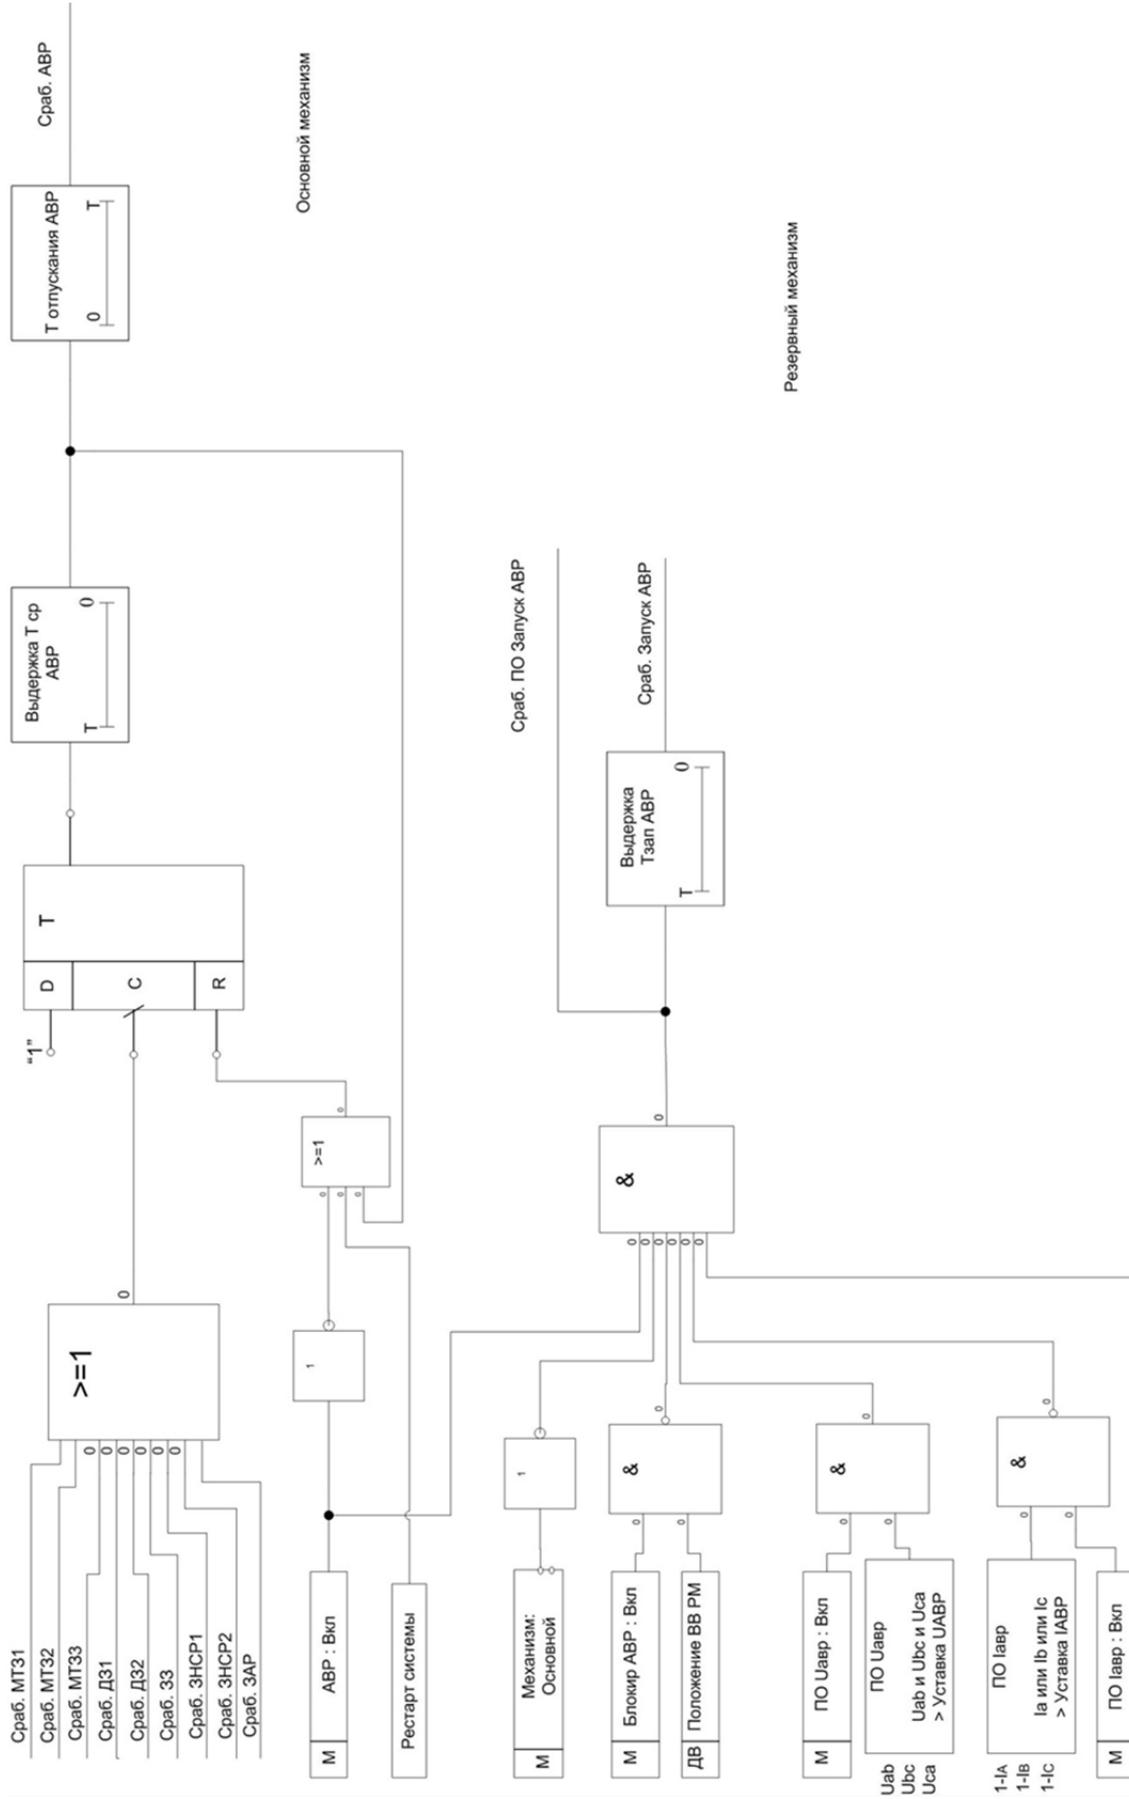

Рис. 3.15 Аварийное включение резерва
3.12.7 Функциональная схема АВР показана на рис. 3.15. На функциональной схеме присутствуют следующие обозначения: